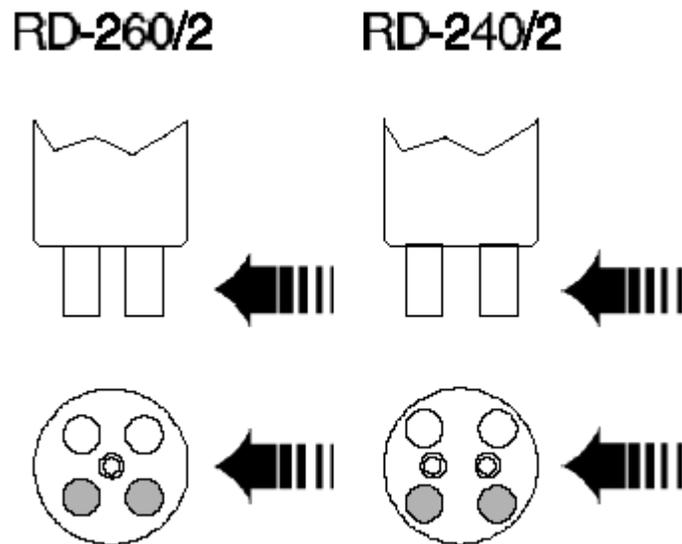

图7 传感器探头的定位
插入式传感器（如果情况适用，也包括浸没式传感器）在安装时应该使其方向与工艺中介质流向一致，以确保传感器上两个暗色的光学探针（探测器）与介质流向平行，示意图如图7所示。对于插入式传感器：
- 4、按照图7所示传感器探头定位的方向，确定传感器安装的方向。
- 1、检查传感器方向定位是否正确，必要时请参照图7。